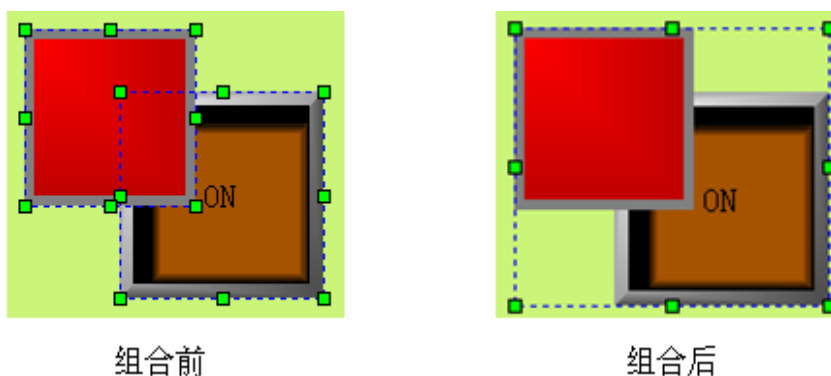

图 4-5 组合前后对照
- 首先需选择多个图形对象，然后选择编辑菜单中的组合命令或者是工具栏按钮中的组合命令按钮，或者右键调出右键菜单，选择“组合”项中的“组合”命令，组合前后对照如图 4-5 所示：